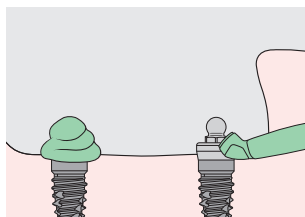

Fig. 6
7. (Fig. 6): Empfehlung Abdruckmaterial: Ein mittel- oder dickfließendes, z.B. Vinylpolysiloxan oder Polyäthergummi, verwenden. Das Dalbo® Certain® Abutment wird blasenfrei umspritzt, anschliessend den mit Abdruckmaterial beschichteten Abdrucklöffel aufsetzen.